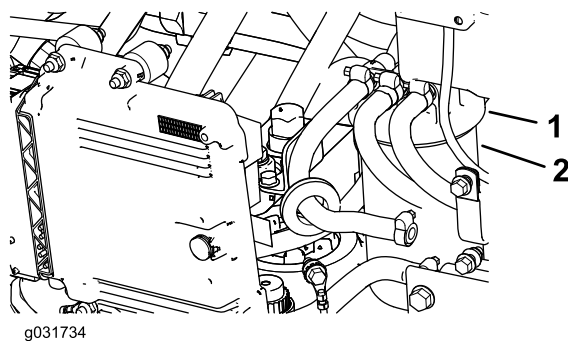

Figure 68
2. Déposez le filtre et nettoyez la surface de montage de la tête du filtre (Figure 68).
1. Nettoyez la surface autour de la tête du filtre à carburant (Figure 68).